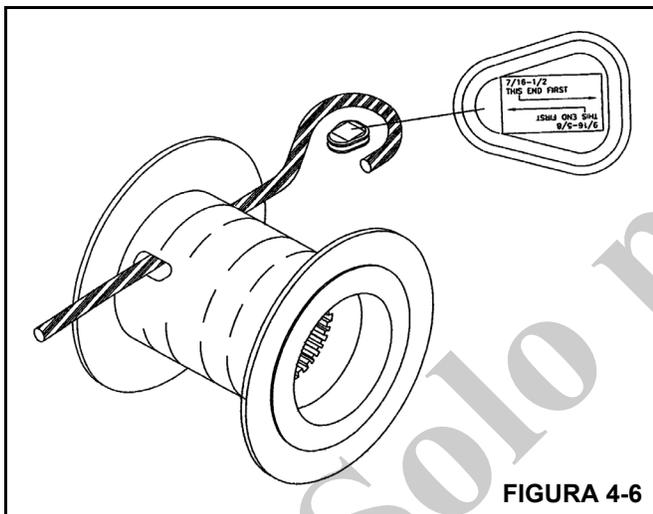

FIGURA 4-6
2. Instale el extremo del cable en el malacate utilizando el receptáculo de cuña provisto (Figura 4-6).